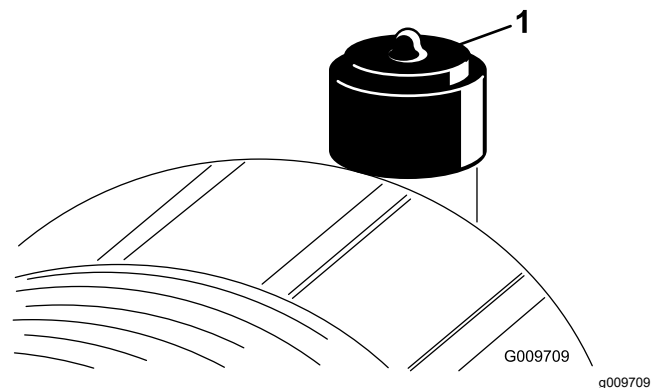

Figura 87
Effettuate la manutenzione del filtro dell'aria quando l'indicatore (Figura 87) lo richiede. Sostituendo il filtro dell'aria prima del necessario si aumenta il rischio che la morchia penetri nel motore quando si toglie il filtro.
2. Se la spia (Figura 87) è rossa, resettatela.